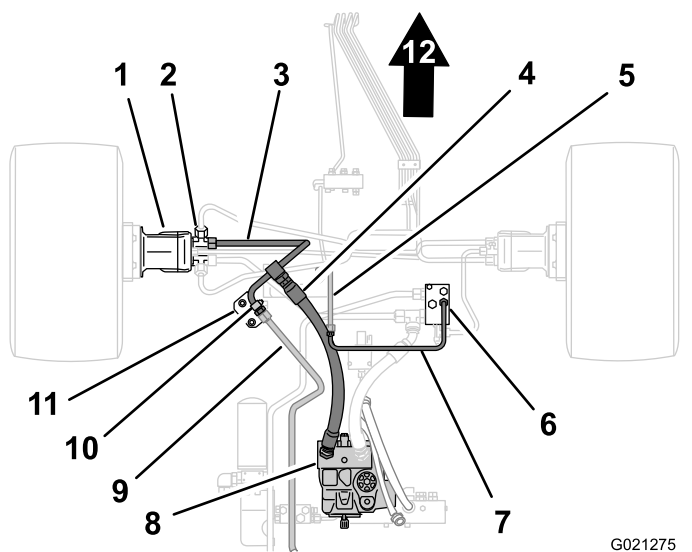
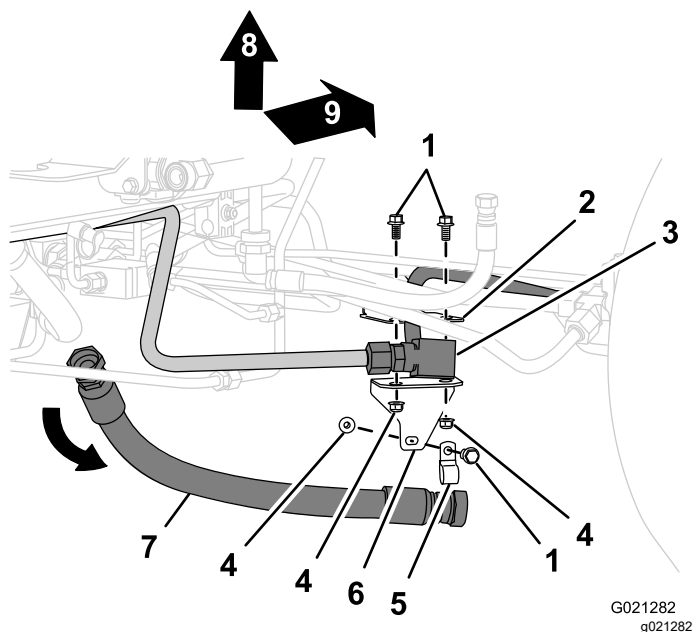

Figura 2
Figura 3
1. Allineate una bacinella di spurgo sotto l'estremità anteriore del flessibile della pressione (Figura 2).
2. Togliete l'estremità anteriore del flessibile della pressione dal raccordo nel tubo divisore e lasciate spurgare il fluido idraulico dal flessibile e dal tubo (Figura 3).
3. Togliete l'estremità posteriore del flessibile della pressione dal raccordo nella pompa idraulica e rimuovete il flessibile della pressione; fate riferimento a Figura 2 e Figura 3.
2. Rimuovete il dado del tubo per il tubo trasversale dal raccordo nel collettore della trazione posteriore (Figura 2 o Figura 3).
3. Rimuovete il dado del tubo per il tubo del filtro dal raccordo nel tubo trasversale e rimuovete il tubo trasversale (Figura 2 o Figura 3).
1. Rimuovete il bullone e il dado che fissano il tubo divisore alla staffa del tubo e rimuovete il morsetto (Figura 3 o Figura 2).
2. Rimuovete i 2 bulloni e i 2 dadi che fissano la staffa del tubo alla staffa dello chassis (Figura 3 o Figura 2).
2. Rimuovete il dado del tubo del tubo divisore dal raccordo a T nel motore di trazione anteriore sinistro e rimuovete il tubo dalla macchina (Figura 2 o Figura 3).